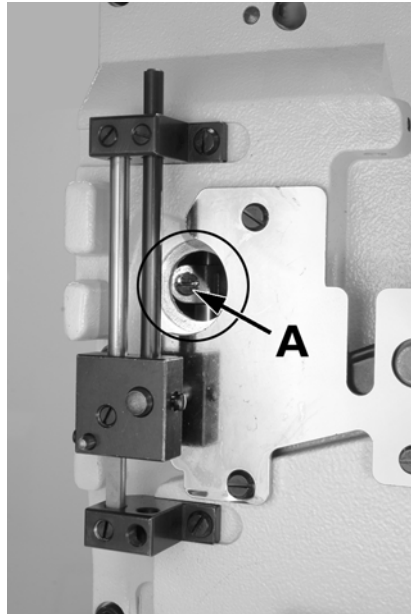
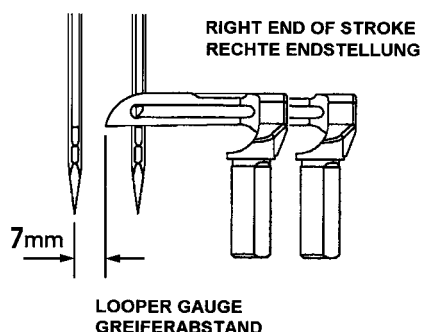

Bild 1
Bild 2
Richten Sie die Nadelstange so aus, dass beide Nadeln in der Mitte der Stichlöcher in der Stichplatte (Bild 2) einstechen. Zum Einstellen lösen Sie die Schraube (A) in Bild 1.